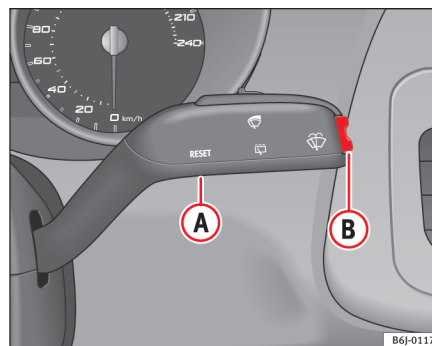

Fig. 33 Levier d'essuie-glace/de lave-glace : touche A et commande à bascule B
Dans l'indicateur multifonction (MFA), actionnez la commande à bascule ⇒ fig. 33 (B) du levier d'essuie-glace/ de lave-glace pour faire défiler les indications suivantes : ▶